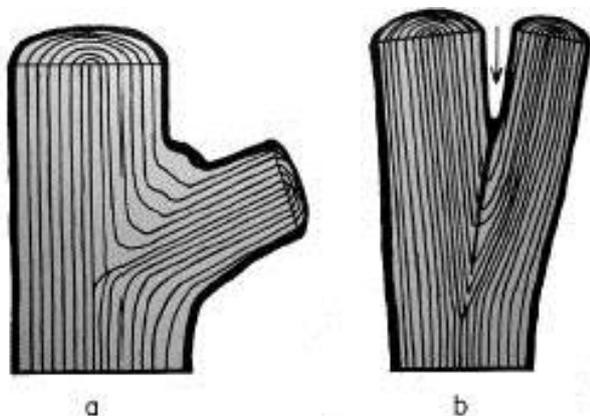

Figure 1. Disposition des tissus dans les fourches à angle ouvert (a) et à angle fermé (b).
2. On guide l'arbre vers un **port plus naturel** avec un choix de branches insérées à angles ouverts avec le tronc, propice à leur arcure naturelle, créant une rapide mise à fruits, une souplesse des branches et une résistance mécanique accrue (cf. figure 1 a).
2. La forme artificielle de l'arbre peut engendrer des défauts structurels importants avec un risque de cassure plus grand (figure 1 b, Photo 1).